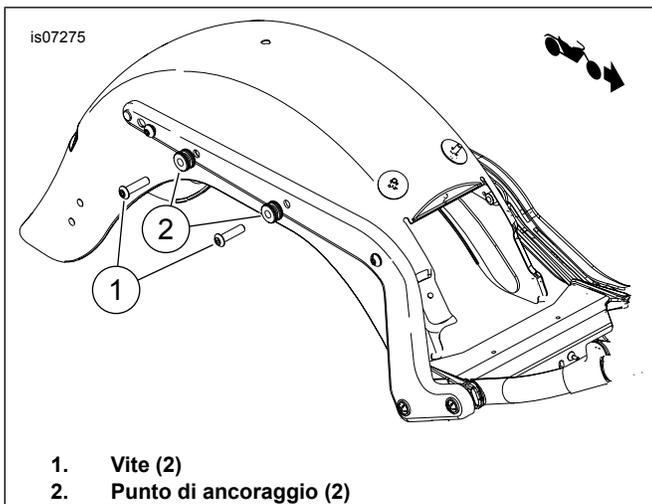

Figura 3. Installazione del punto di ancoraggio (senza altri accessori rimovibili)
SENZA altri accessori rimovibili: Vedere Figura 3. Inserire le viti (1) attraverso i mini punti di ancoraggio (2). Installare le viti nella staffa di montaggio del sostegno del parafango (all'interno del parafango). Serrare le viti a 28–36 N·m (21–27 ft·lbs).